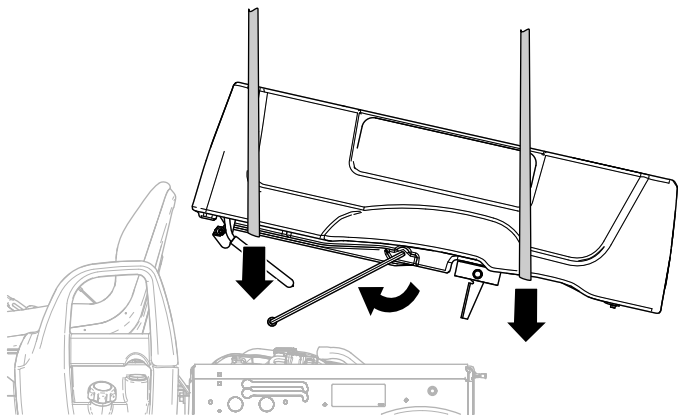
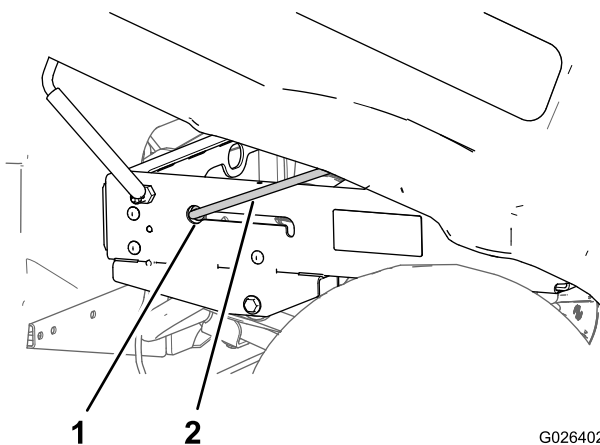

Figura 13
Figura 14
1. Gire la plataforma de carga de manera que el soporte de giro y la varilla de sujeción estén orientados hacia abajo (Figura 13).
2. Usando equipos de izado en la parte delantera y trasera de la plataforma de carga, eleve la plataforma y alinéela sobre el bastidor de la máquina con el conjunto de soportes de giro orientado hacia atrás (Figura 13).
3. Ajuste la altura y la posición de los equipos de izado hasta que el extremo corto de la varilla de sujeción quede alineado con la muesca de retención situada en el extremo de la ranura de la varilla de sujeción, en el perfil izquierdo del bastidor o el soporte de la varilla de sujeción (Figura 13).
4. Gire la varilla de sujeción hacia adelante, e inserte el extremo corto de la varilla a través de la muesca de retención (Figura 13 y Figura 14).
5. Mueva la plataforma de carga y la varilla de sujeción hacia atrás hasta que el conjunto de soportes de giro esté alineado con el perfil trasero del bastidor (Figura 14).